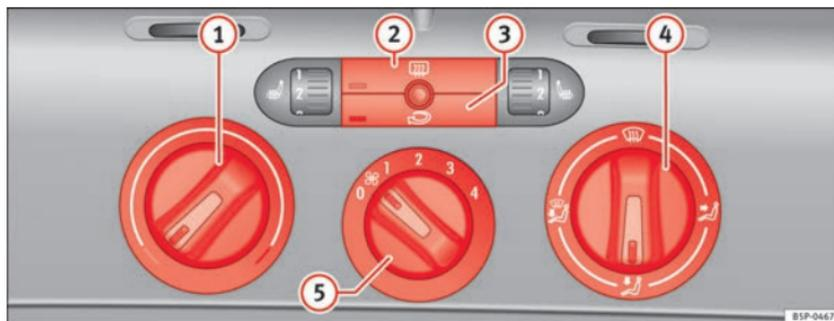

Fig. 129 Sulla plancia portastrumenti: i comandi del riscaldamento
- I comandi ⇒ fig. 129 ① e ④ e la manopola ⑤ servono a regolare la temperatura, ad indirizzare il flusso d'aria e a selezionare il livello di potenza del ventilatore.
- Per attivare o disattivare una funzione bisogna premere il tasto corrispondente ② o ③. Quando la funzione è attiva, la spia situata nell'angolo in basso a sinistra del tasto si illumina.